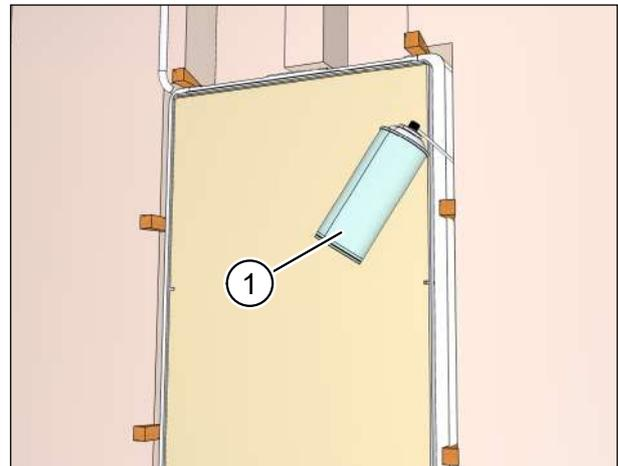

Abb. 26: Hohlräume um den Mauerkasten einschäumen
- ▶ Füllen Sie die Hohlräume zwischen Mauerkasten und Mauerdurchbruch umlaufend und durchgängig mit Montageschaum (Pos. 1 in Abb. 26) oder mit anderen geeigneten Verfüllmaterialien.